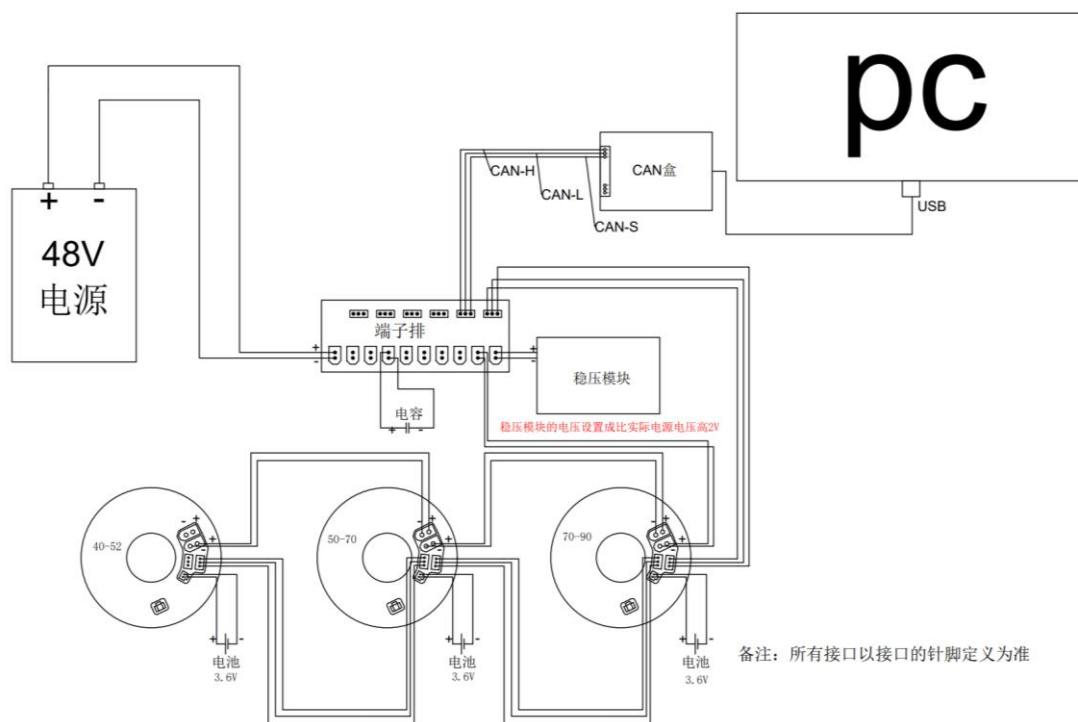

图 7-6 CAN/CANopen 通信接线图
- 2、如图 7-6，控制器端和末端伺服 CAN 接口各需并联一个 120Ω 终端电阻。